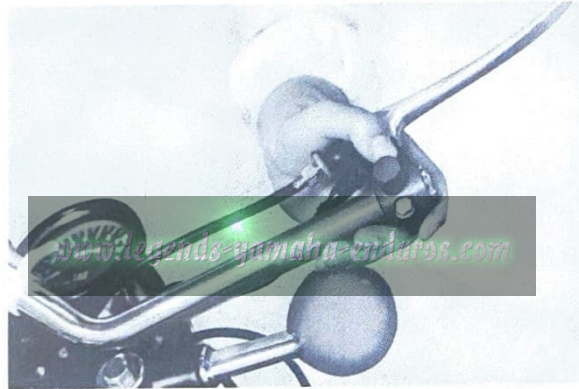

Fig. 12
1. Slip the right lever holder over the handle bar. (Fig. 12)
1. Poser le levier de frein avant sur la partie droite du guidon. (Fig. 12)